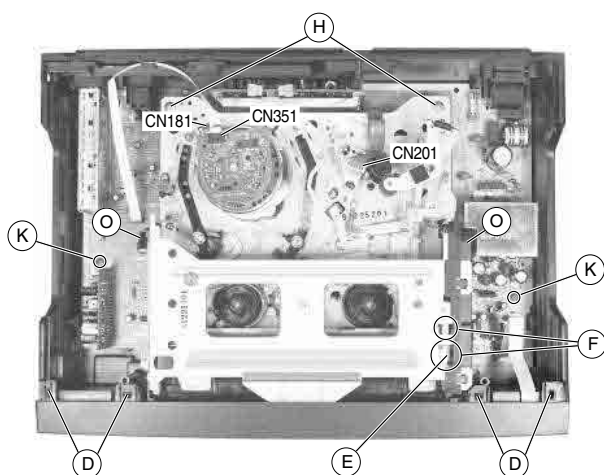
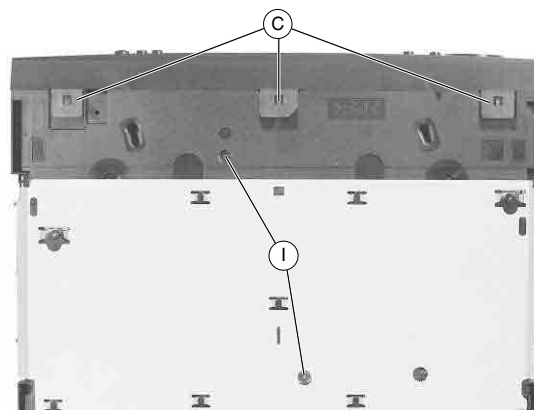
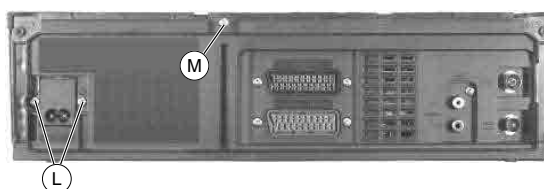

Fig. 3
Fig. 2
Fig. 7
- 3 Rasthaken (C) (Fig. 2) auf der Geräteunterseite lösen.
- Frontblende an der Unterseite nach vorne klappen und die Blende an den oberen Haken (D) (Fig. 3) aushängen.
- Steckverbindungen (Fig. 3, CN181 / CN201 / CN351) zum Laufwerk lösen.
- Arretierung (E) (Fig. 3) des Cassetenschachtes an den beiden Aussparungen (F) nacheinander lösen und diesen dabei bis Anschlag nach innen schieben.
- 2 Schrauben (H) (Fig. 3) und 2 Schrauben (I) (Fig. 2) herausdrehen.
- Release 3 clamps (C) (Fig. 2) on the cabinet bottom.
- Turn the lower edge of the front panel towards the front and detach the panel from the upper clamps (D) (Fig. 3).
- Unplug the the plug-in connections (Fig. 3, CN181 / CN201 / CN351) to the drive mechanism.
- Disengage the locking lever (E) (Fig. 3) of the cassette mechanism successively at the two cutouts (F) and slide the mechanism inwards to the stop.
- Undo 2 screws (H) (Fig. 3) and 2 screws (I) (Fig. 2).
- Beim Aufsetzen des Laufwerks auf die Chassisplatte ist darauf zu achten, dass die Sensoren für Bandanfang und Bandende in die Abdeckungen (○) (Fig. 3) des Cassettenschachtes eintauchen. Das Laufwerk muss leicht auf der Chassisplatte aufzusetzen sein, damit die Steckverbindungen zur Chassisplatte richtig kontaktieren.
- je 2 Schrauben (K) (Fig. 3) / (L) (Fig. 7) und Schraube (M) (Fig. 7) herausdrehen.
- When putting the drive mechanism on to the chassis board take care of the tape start and tape end sensors. They must plunge into the covers (○) (Fig. 3) of the cassette mechanism. It must be possible to put the drive mechanism easily on the chassis board to ensure that the connectors to the chassis board are in good contact.
- Undo 2 screws (K) (Fig. 3) / (L) (Fig. 7) each and screw (M) (Fig. 7).